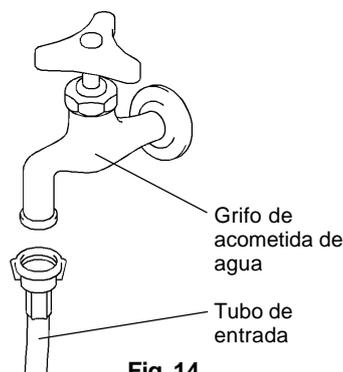

Fig. 14
- 2) Instalar el otro extremo de la tubería de entrada en el grifo de agua (fig. 14) y asegurarse de que la arandela esté correctamente colocada antes de apretar la unión con la mano como se ha indicado en el punto anterior. Se recomienda tener cerca una válvula de cierre como medida de precaución.
2) Instalar el otro extremo de la tubería de entrada al grifo de agua (fig. 14) y comprobar que la arandela esté correctamente colocada antes de apretar la unión con la mano como se ha indicado en el punto anterior.